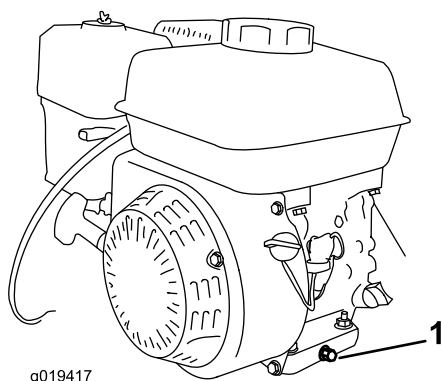

Figure 18
5. Enlevez le bouchon de vidange (Figure 18).